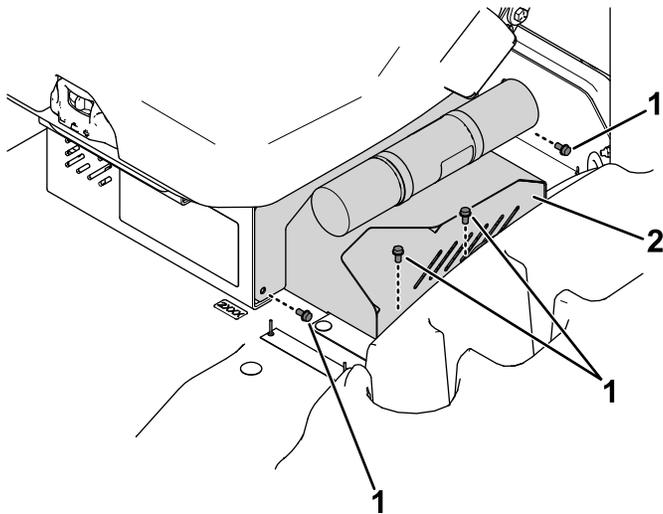

Figura 12
2. Rimuovete la copertura del cavo del caricabatterie (Figura 12).
3. Montate la copertura del cavo del caricabatterie (Figura 12).